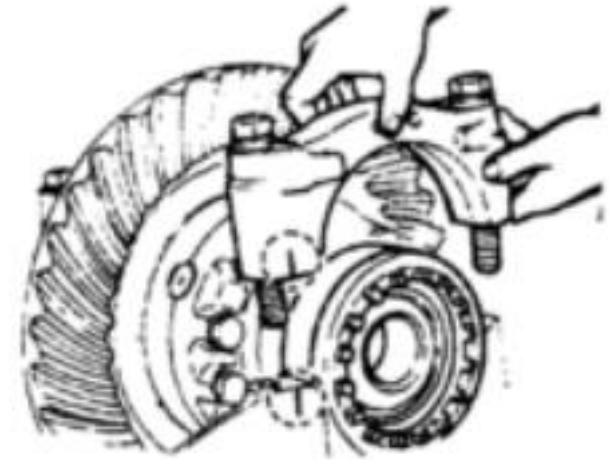

图 7-15
- (4) 安装调整螺母，再对正拆卸前做好的装配标记，装复轴承盖，用螺栓固定(图 7-15)。